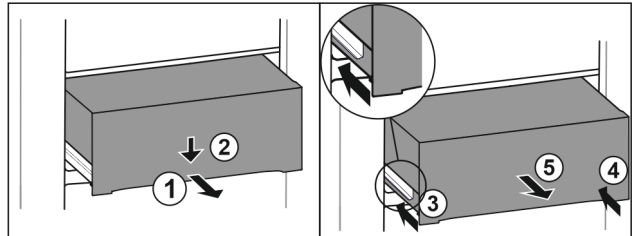

Fig. 93
- Tirer le tiroir jusqu'à mi-chemin. Fig. 93 (1)
- Appuyer sur l'avant du tiroir vers le bas. Fig. 93 (2)
- Insérer le rail gauche d'env. 2 cm. Fig. 93 (3)
- Insérer le rail droit d'env. 2 cm. Fig. 93 (4)
- Retirer le tiroir par l'avant. Fig. 93 (5)